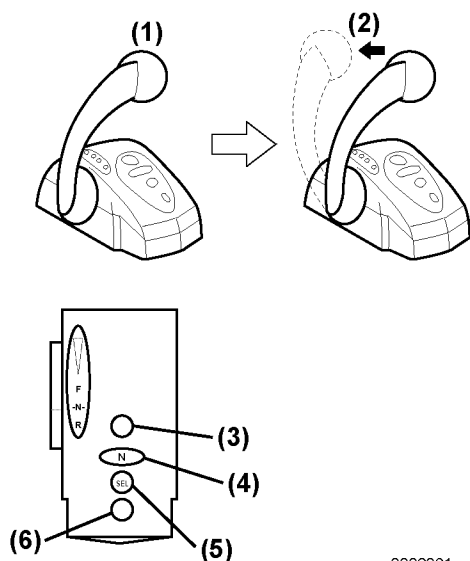

Figura 5
Asegúrese de colocar la palanca de mando en la posición "N" (punto muerto) (Figura 5, (1)).
(Figura 5, (2)) hasta la muesca de avante. El inversor cambiará a AVANTE. El motor seguirá al ralentí. Si empuja más la palanca de mando, aumentarán las revoluciones del motor hasta el máximo de abrir gas a fondo (WOT).